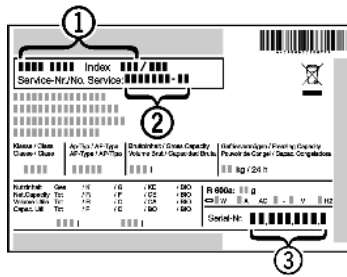

Fig. 9
- ▶ Relever la désignation de l'appareil *Fig. 9 (1)*, le n° de service *Fig. 9 (2)* et le n° de série *Fig. 9 (3)* sur la plaquette signalétique. Cette plaquette se trouve sur la paroi intérieure gauche de l'appareil.
- ▶ Informer le S.A.V. et lui communiquer la panne, la désignation de l'appareil *Fig. 9 (1)*, le n° de service *Fig. 9 (2)* et le n° de série *Fig. 9 (3)*.